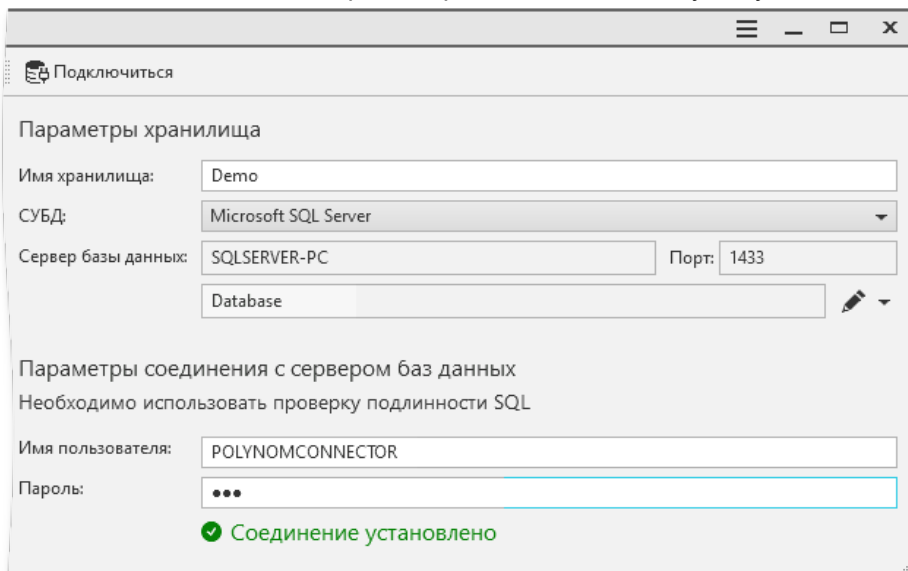

Рис. 3.24
Если имя пользователя и пароль верные, соединение будет установлено (рис. 3.24).
2. Подключитесь к хранилищу, нажав кнопку **Подключиться** в верхней части окна (рис. 3.24).